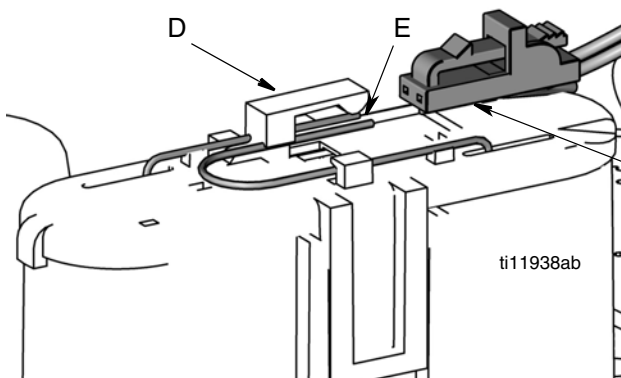

FIG. 48
- Reconecte el hilo (B) a la pila deslizando con cuidado el conector sobre los terminales de la pila (E) hasta que hagan clic y queden fijos bajo la pinza (D) (FIG. 48).